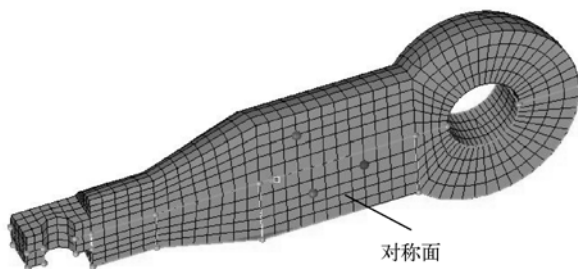

图 5-70 镜像操作 2
(5) 按住〈Shift〉键，拖动鼠标左键框选图形区中所有的单元，然后激活绿色的 N1 按钮，选择如图 5-70 所示的 N1、N2、N3、B 这 4 个点。